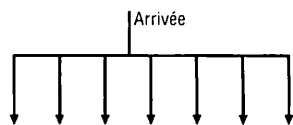

Fig. 10 : Division de circuits.
a) L'arrivée générale est divisée en plusieurs circuits remplissant chacun une fonction (fig. 10) :